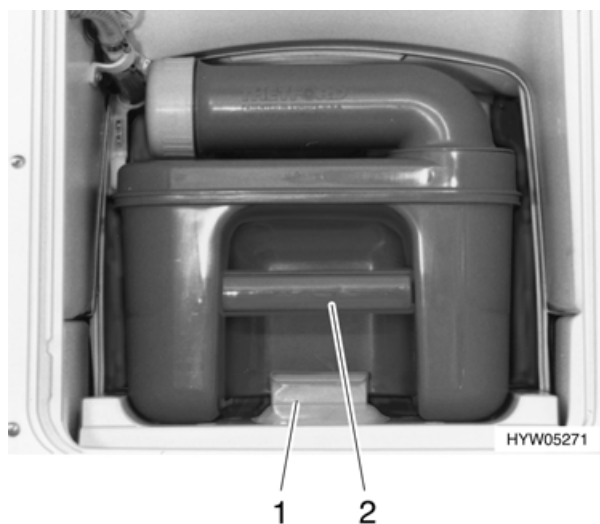

Fig. 62 Rimozione della cassetta Thetford
L'accesso alla cassetta Thetford (Fig. 62) si esegue tramite lo sportello del gavone di coda.
- Sbloccare la sicurezza (Fig. 62,1) ed estrarre la cassetta Thetford (Fig. 62,2).